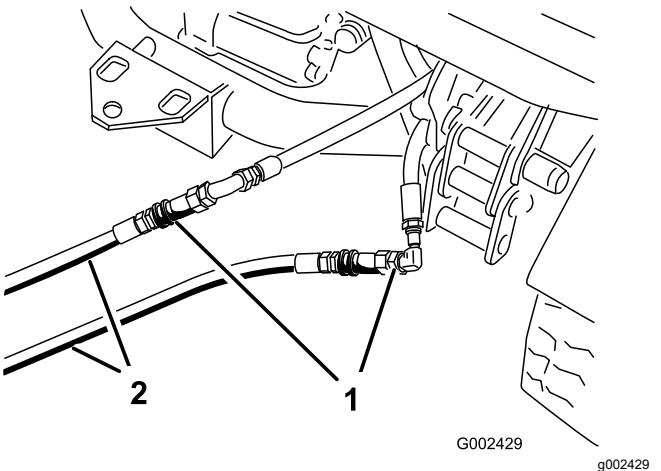

Figure 74
- Sur la machine en panne, raccordez les 2 flexibles de dépannage aux flexibles débranchés (Figure 74).